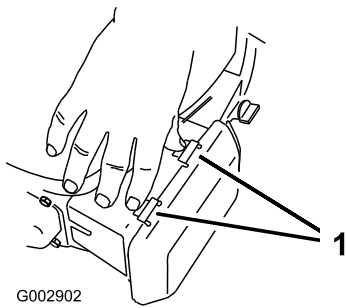

Figura 32
1. Presione hacia abajo los cierres de la parte superior de la tapa del limpiador de aire (Figura 32).